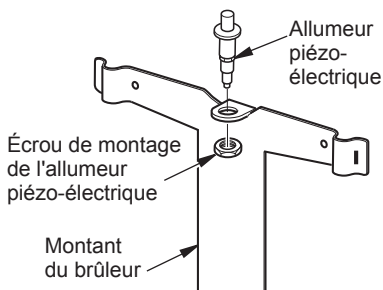

Figure 1 - Installation de l'allumeur piézo-électrique
2. Insérez l'allumeur piézo-électrique dans le support du montant des brûleurs comme illustré à la figure 1. Serrez l'écrou de montage de l'allumeur piézo-électrique. Ne serrez pas trop l'écrou.